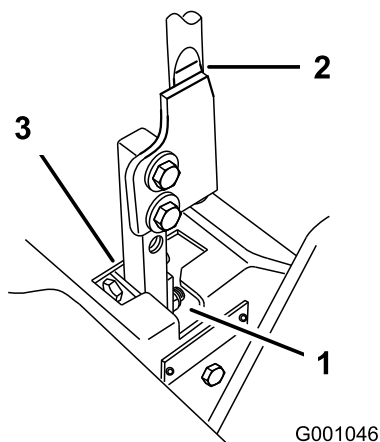

Bild 53
5. Schieben Sie den Hebel in die nicht arretierte Neutralstellung (Bild 53).
7. Prüfen Sie, an welcher Stelle der Fahrtriebshebel relativ zur Kerbe im Armaturenbrett ist (Bild 53). Er sollte zentriert sein, sodass der Hebel nach außen in die arretierte Neutralstellung gedreht werden kann.